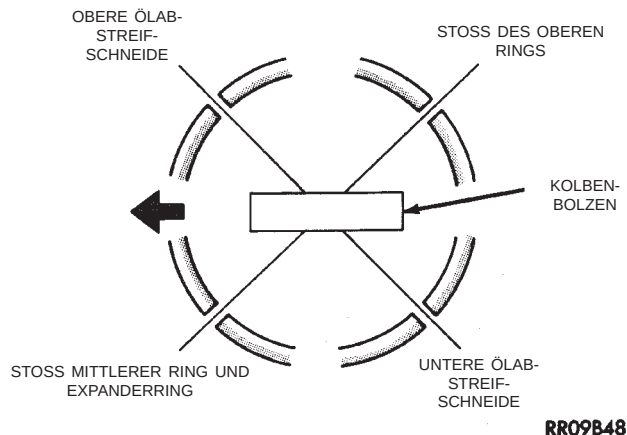

Abb. 97 Kolbenringstöße versetzt anordnen
(10) Kolbenringstöße versetzt anordnen, siehe (Abb. 97).
(11) Stoß des Expanderrings/Ölabstreifring um mindestens 45° versetzt zu den Stößen der Ölabstreifschneiden anordnen, jedoch **nicht** auf Höhe der Mittelachse des Kolbenbolzens oder in der Druckrichtung. Das Versetzen der Ringstöße ist wichtig für die Minimierung des Ölverbrauchs.
(2) Vor dem Einbauen der Kolben/Pleuel in die Bohrung ist sicherzustellen, dass die Stöße der Verdichtungsringe so versetzt sind, dass sie nicht über dem Stoß der Abstreifschneide am Ölabstreifring liegen (Abb. 97).